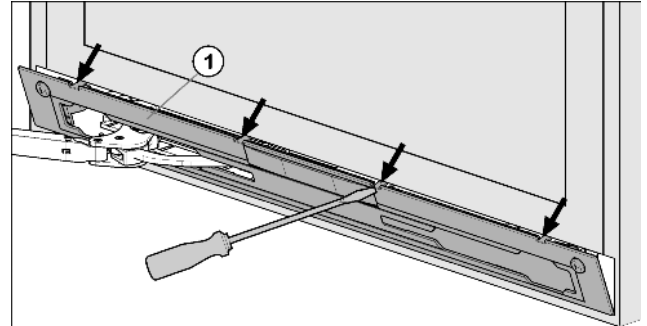

Fig. 4
- ▶ Staccare il pannello Fig. 4 (1) con un cacciavite ad intaglio e rimuoverlo.